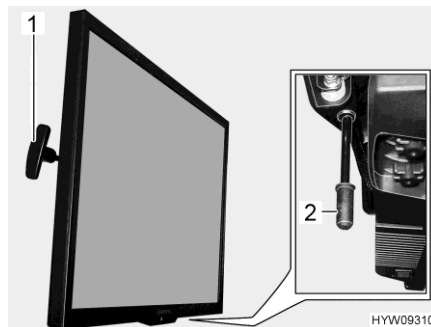

Bild 97 Platt bildskärm
- Dra i handtaget (Bild 97,1) och håll fast. Den platta bildskärmen är upplåst.
- Dra handtaget (Bild 97,2) nedåt och håll fast. Den platta bildskärmen är upplåst.